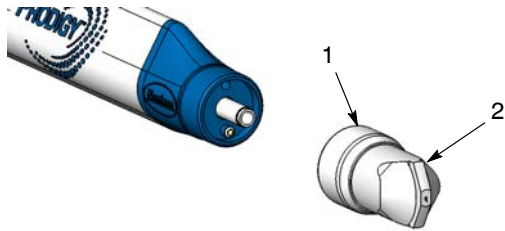

Figura 20 Extracción de boquilla
1. Ver la figura 20. Extraer la tuerca de retención (1) y la boquilla (2).
4. Ver la figura 20. Retirar la boquilla de la pistola de aplicación para evitar que se dañe durante el trabajo.
9. Ver la figura 20. Instalar la boquilla (2) y apretar la tuerca de retención (1).